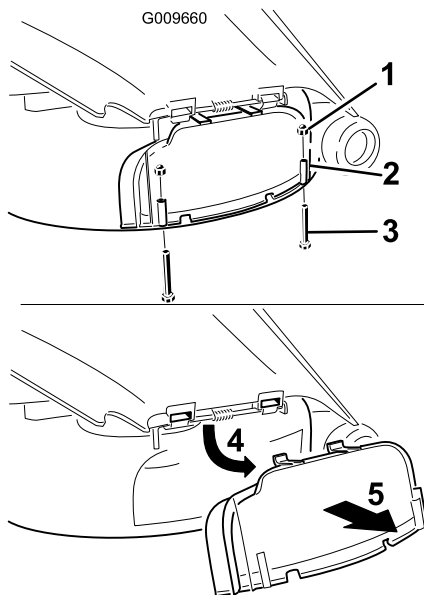

Bild 23
- Entfernen Sie die zwei Schrauben und Muttern, mit denen die Abdeckung des Auswurfkanals am Mähwerk befestigt ist (Bild 23).